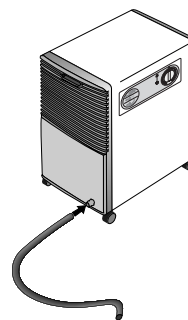

Abb. 3
- 4) An der Abdeckplatte des Gerätes befindet sich eine vorgestanzte Öffnung für den Durchgang der Kondensablaßleitung (Abb. 3). Vor Einsetzen der Leitung ist die Öffnung durchzustößen.